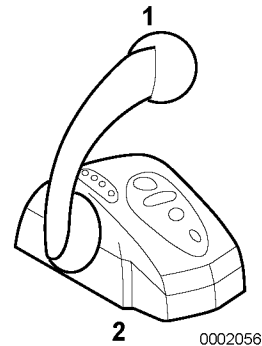

Figure 1
3. Réglez le levier de commande sur la tête de commande (**Figure 1, (2)**) à la position N (**Figure 1, (1)**) (point mort).